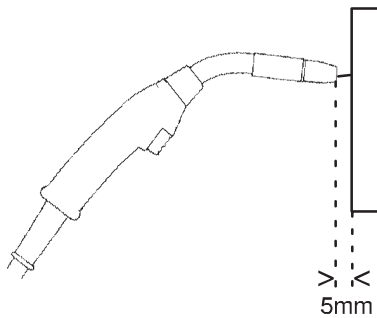

Fig. 1
- Cuando se coloca la pistola a una distancia de aproximadamente 5 mm del pedazo de madera. (fig. 1) los rodillos de alimentación deberán patinar.